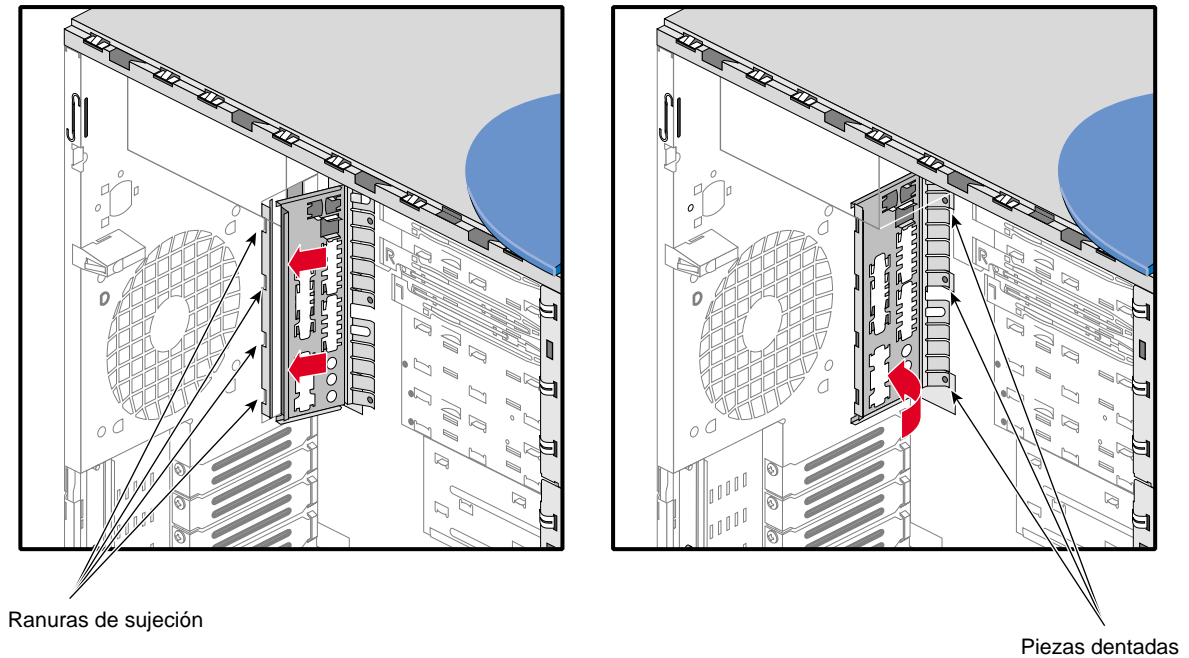

Figura 2-26 Instalación de la junta del panel de E/S
1. Localice las cuatro ranuras de sujeción en la abertura del panel de E/S del sistema. Consulte la posición de las ranuras en la Figura 2-26.
2. Introduzca las cuatro indentaciones de la junta de E/S en las ranuras correspondientes de la abertura del panel. En la Figura 2-26 se muestra este procedimiento.